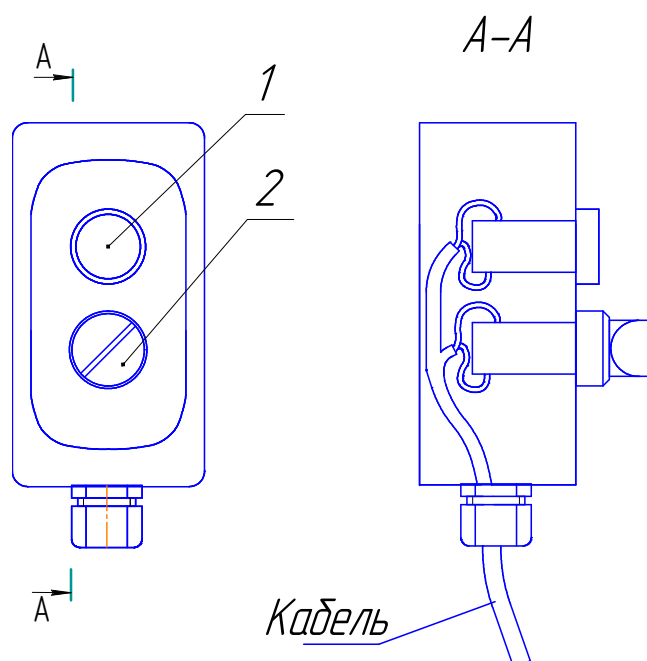

Рисунок 3 – Пост КДМП
На лицевой стороне находятся следующие органы индикации и управления (Рисунок 3):
1.1.3 Подключение кабеля осуществляется на клеммы переключателя и индикатора (Рисунок 3)